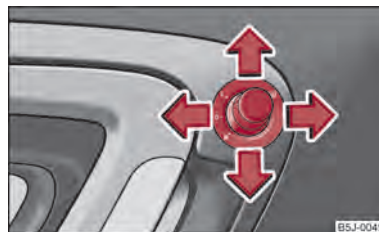

Fig. 36 Parte interior de la puerta: Botón giratorio
- Gire el botón hasta la posición ☐ ⇒ fig. 36.